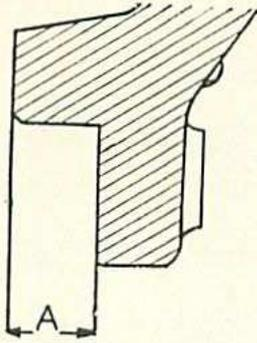

Fig. 51. — Cote A à mesurer sur le chapeau de roulement
• Mesurer la cote (A) (fig. 51) du chapeau de roulement à l'aide d'une jauge de profondeur.